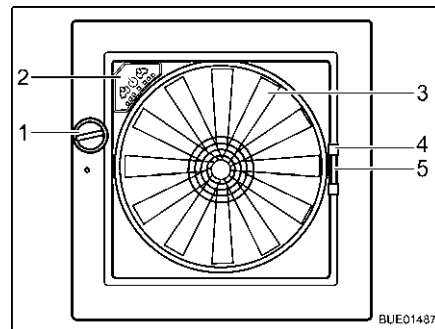

Fig. 92 Lanterneau Omni-Vent
- Tourner le bouton rotatif (Fig. 92,1) jusqu'à ce que l'angle d'ouverture désiré soit atteint.
- Tourner le bouton rotatif (Fig. 92,1) jusqu'à ce que le lanterneau soit entièrement fermé.
- Tirer la moustiquaire par la poignée (Fig. 92,4) vers le côté de cadre opposé.
- Presser la poignée (Fig. 92,5) du dispositif occultant.
Ventilateur Quand le lanterneau est ouvert, l'intérieur peut être aéré avec un ventilateur à 6 niveaux de puissance (Fig. 92,3). La commande du ventilateur s'effectue sur son panneau de commande (Fig. 92,2).